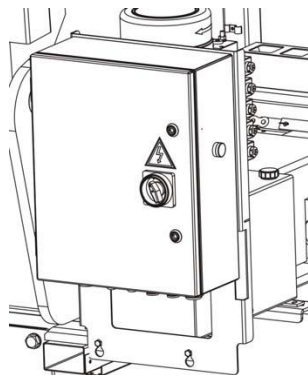
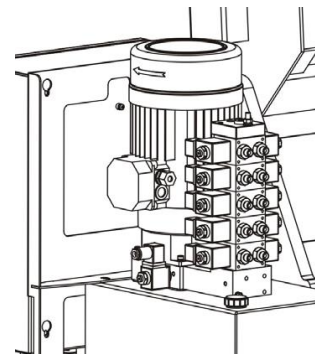

Рисунок 8
Рисунок 9
8.1.2 Подключить шиномонтажный станок к сети, действуя главным рубильником 5, (рис. 8) и убедиться, что направление вращения двигателя гидравлического блока соответствует указаниям стрелки 6, (рис. 9).